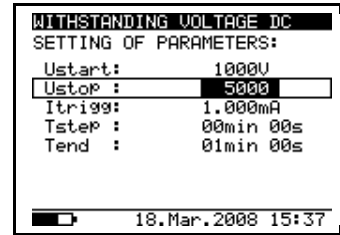

Fig. 30. Set-up menu i spændingsmodstandsdygtighedsfunktion (Withstanding Voltage function)
1. Tryk på **SELECT** knappen for at se opsætnings (set-up) menuen, se **Fig. 30**;